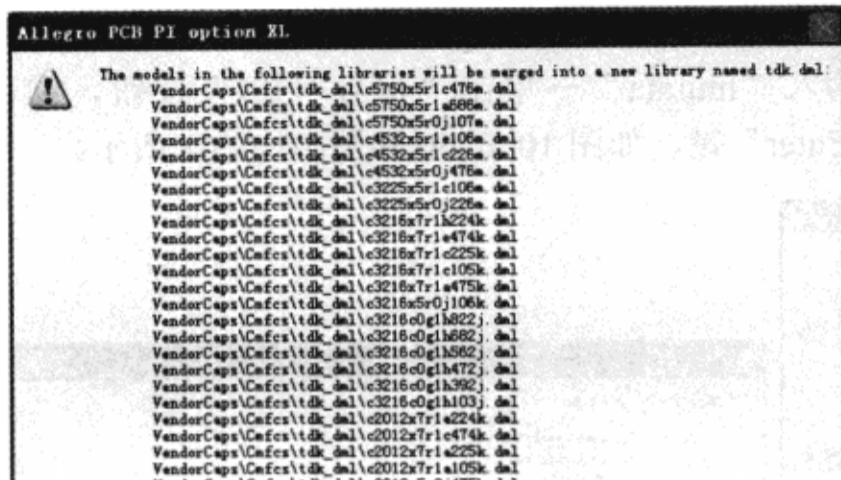

图 10-6-55 提示窗口
(9) 单击“Merge Libs”按钮，弹出“另存为”对话框，在“文件名(N)”栏中输入“tdk”，单击“保存(S)”按钮，弹出 Allegro PCB PI option XL 提示窗口，按“Enter”键，如图 10-6-54 和图 10-6-55 所示。